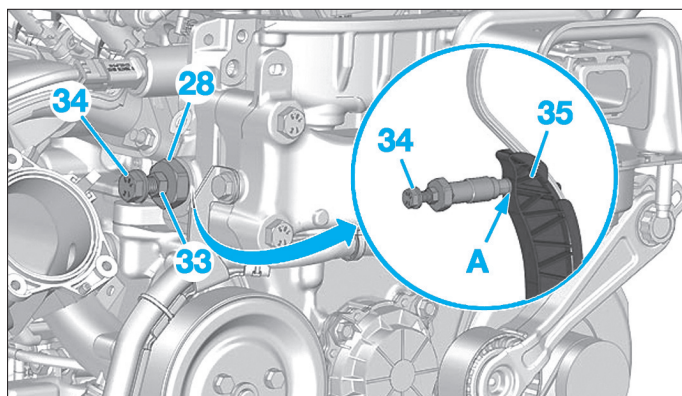

Fig. 17
- Serrer la vis (34) du tendeur de chaîne modifier jusqu'au contact (A) avec le guide tendeur de chaîne (35) afin d'empêcher son recul (Fig.17).